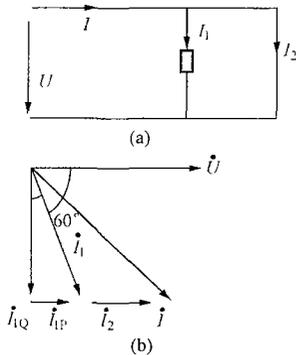

图 D-9
**La1D4091** 如图 D-9 (a) 所示, 有一支日光灯和一支白炽灯并联在  $f=50\text{Hz}$ , 电压  $U=220\text{V}$  电源上, 日光灯功率  $P_1=40\text{W}$ ,  $\cos\varphi=0.5$ , 白炽灯功率为  $60\text{W}$ , 问日光灯支路电流  $I_1$ , 白炽灯支路电流  $I_2$  和总电流是多少?
即:  $I_1$  比  $U$  滞后  $60^\circ$ ,  $I_2$  与  $U$  同相位, 其相量图为图 D-9